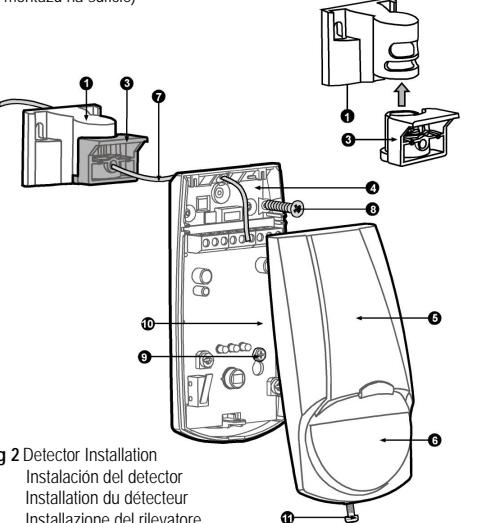

Fig 2 Detector Installation
1. To remove the front cover, unscrew the holding screw and gently raise the front cover. (Fig. 2 - 11)
2. To remove the PC board, carefully unscrew the holding screw located on the PC board.(Fig. 2 - 9)
1. Para retirar la tapa frontal, desatornille el tornillo de retención y levante suavemente la tapa. (Fig. 2 - 11)
2. Para retirar la placa de circuito impreso, desatornille con cuidado el tornillo de retención situado en dicha placa (Fig. 2 - 9).
1. Pour retirer le couvercle avant, dévissez les vis de maintien et soulevez doucement le couvercle. (Fig. 2 - 11)
2. Pour retirer la carte de circuits imprimés, dévissez soigneusement la vis de maintien située sur la carte de circuits imprimés. (Fig. 2 - 9)